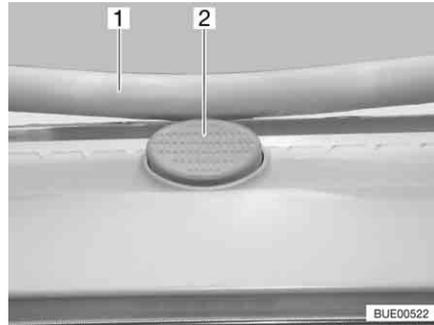

Fig. 65 Botón de seguridad en la claraboya Heki
- Pulsar el botón de seguridad (Fig. 65,2) y tirar la horquilla (Fig. 65,1) hacia abajo con ambas manos.
- Presionar el estribo hacia arriba con ambas manos hasta que la horquilla se encuentre encima del botón de seguridad (Fig. 65,2).